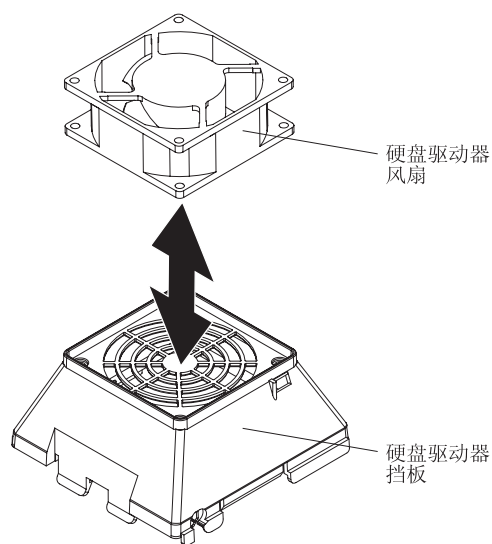

图 33. 安装硬盘驱动器风扇
1. 固定好风扇位置，让索环穿过风扇组合件上的孔；然后使用针头钳将索环从孔中拉出（请参阅图 33）。